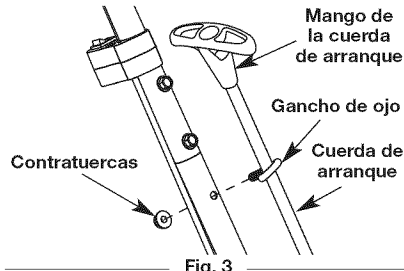

Fig. 3
10. Tire de la cuerda de arranque y deslícela a través del gancho de ojo (Fig. 3).
11. Inserte el gancho de ojo en el orificio restante en el eje metálico recto (Fig. 3).
12. Atornille la tuerca en el gancho de ojo (Fig. 3) y utilice una llave de 7/16" para apretar. **NO APRIETE DEMASIADO.**